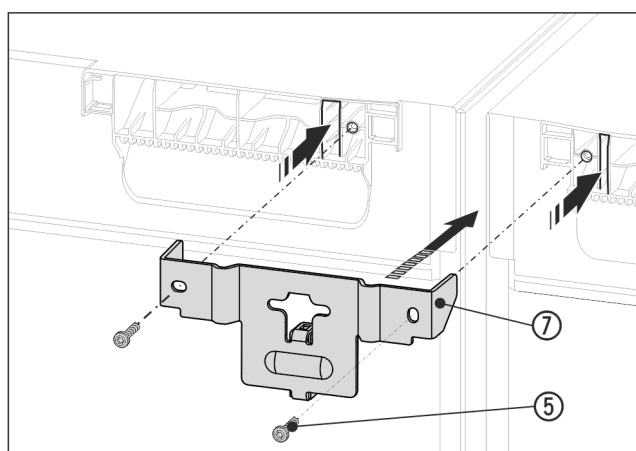

Fig. 15 Rappresentazione esemplificativa
- Spingere la squadretta Fig. 15 (7) con il distanziale fra le apparecchiature e con le linguette nella copertura dell'apparecchiatura. Serrare con 2 viti Fig. 15 (5).